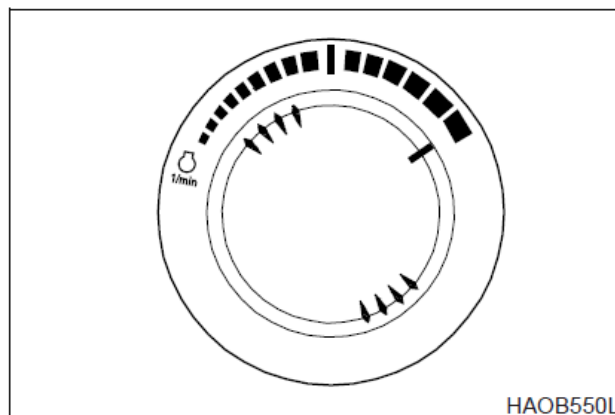

Рис. 23
5. Установить скорость двигателя на диске в положение "высокие обороты холостого хода" **HIGH IDLE** (рис.23).